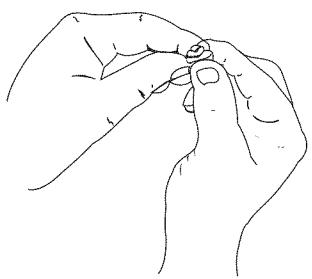

Fig. 28
5. Apriete el filtro para espaciar y retirar el exceso de aceite (Fig. 28).